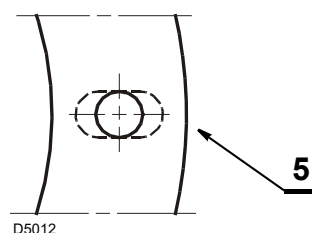

Fig. 8
- Elargir, si nécessaire, les trous dans le joint isolant 5), (voir Fig. 8).